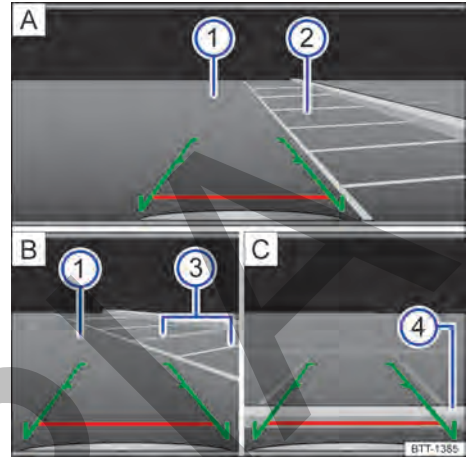

Fig. 104 Visualización del display del sistema de radio: estacionar con la cámara de marcha atrás.
Leyenda para **fig. 104**:
- Colocar el vehículo delante de la plaza de estacionamiento → **fig. 104**  .